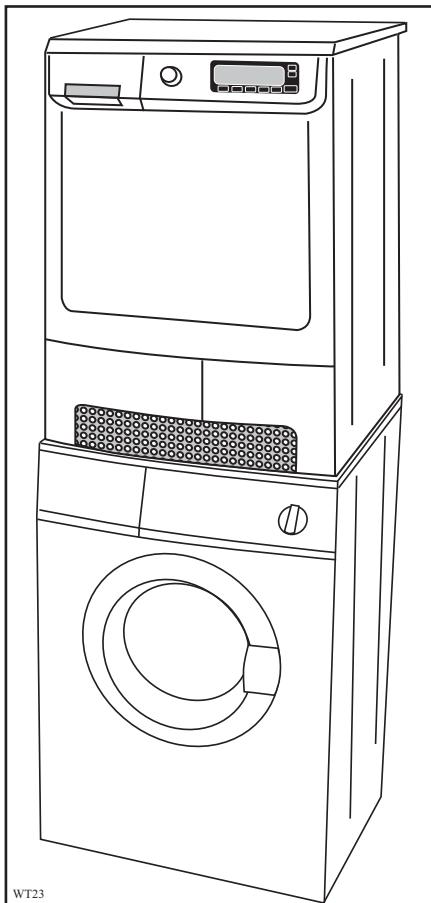

Fig 15
- modellen met een luikje in het voetstuk (fig 15, 16 en 17).